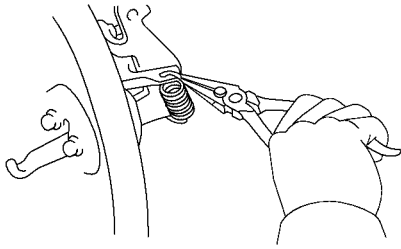

图 15-117 将 2 号停车制动器钢索连接到摇臂上，安装拉簧
2) 将 2 号停车制动器钢索连接到摇臂上，安装拉簧，如图 15-117 所示。
(12) 安装制动鼓和后车轮。
(13) 向制动器储液箱内注入制动液，并排除制动系统内的空气。
(14) 检查是否有渗漏制动液现象。